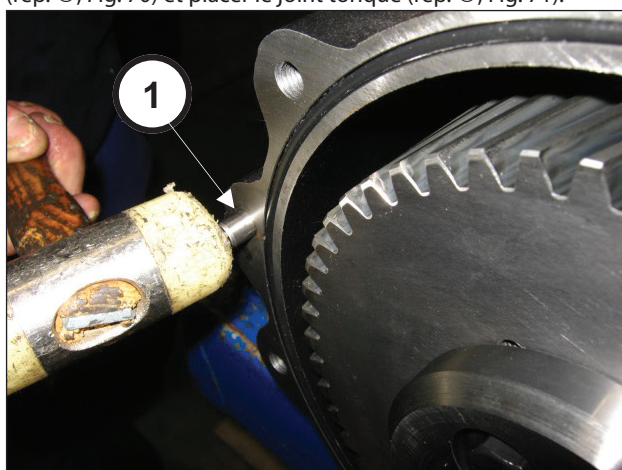
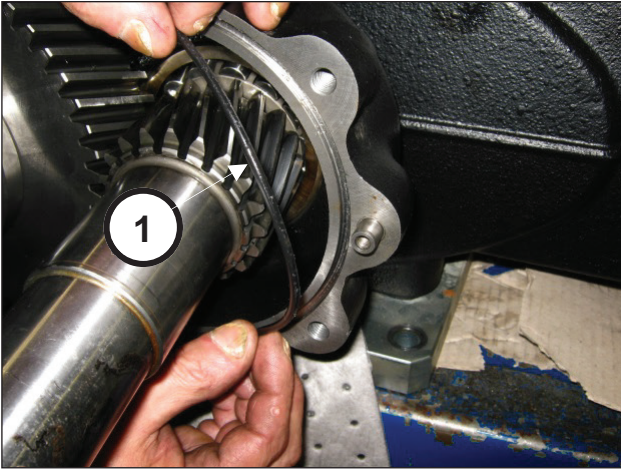

Fig. 70
Fig. 71
Monter les 2 goupilles Ø10x24 dans le boîtier de réducteur (rep. ①, Fig. 70) et placer le joint torique (rep. ①, Fig. 71).